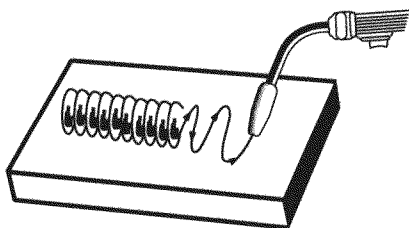

Figura 13. Cordón tejido
2. El CORDÓN TEJIDO (Figura 13) se usa cuando se quiere depositar metal sobre un espacio más amplio que el que sería posible cubrir con el cordón de refuerzo. Se hace deslizando la pistola de un costado a otro al avanzar. Es mejor detenerse en el extremo de cada lado antes de regresar hacia el otro extremo.